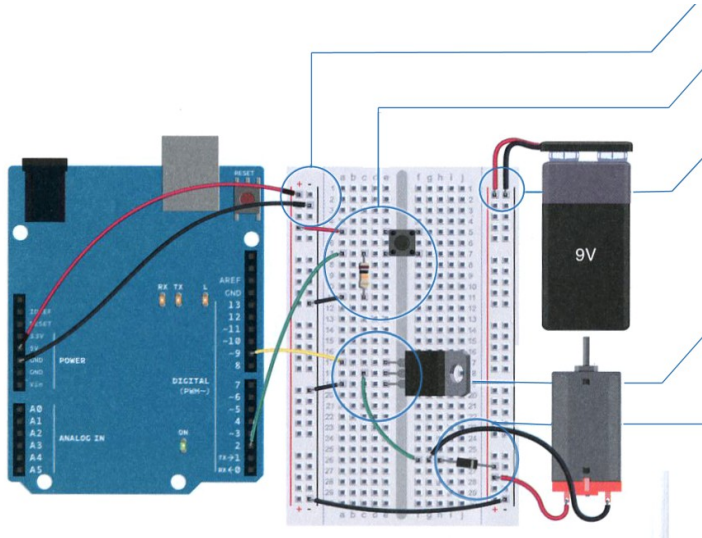

Figura 1
- 3 Cuando se utilizan circuitos alimentados con diferentes tensiones, es necesario conectar las masas de ambos circuitos juntas para así tener una masa común. Conectar la pila de 9V la placa de pruebas usando el clip para este tipo de pilas. Conectar la masa de la batería (cable negro) a la masa de Arduino en la placa de pruebas mediante un cable que hace de puente, como se puede ver en la figura 1. Conectar el cable rojo de la pila a la placa de pruebas en la segunda columna, columna de la derecha, siendo esta conexión la que alimenta al motor directamente.
- 5 Lo siguiente, conectar los cables de alimentación del motor a la placa de pruebas, tal y como se puede ver en esta ilustración. El último componente que hay que añadir es el diodo. El diodo es un componente que tiene polaridad, solo se puede montar de una forma determinada en el circuito. Observar que el diodo en uno de sus extremos tiene una franja blanca. Este extremo del diodo es el negativo y se conoce con el nombre de cátodo (por donde sale la corriente). El otro extremo es el positivo o ánodo (por donde entra la corriente). Conectar el ánodo del diodo al cable negro del motor (masa) y el cátodo de este diodo al cable rojo del motor (alimentación positiva), tal y como se ve en esta figura 1. Parece que el diodo está conectado al revés, en realidad sí que es así. El diodo ayuda a eliminar cualquier tensión inversa inducida producida por el motor y que pueda retornar al transistor estropeándolo. Recordar, la tensión inversa inducida siempre aparece con una polaridad contraria a la tensión que se aplica para producirla.